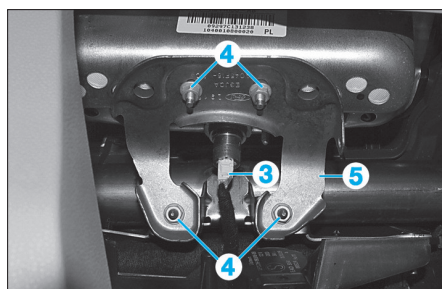

Fig. 5
- Débrancher le connecteur (3) (Fig.5).
- Déposer les écrous (4) puis le renfort (5).